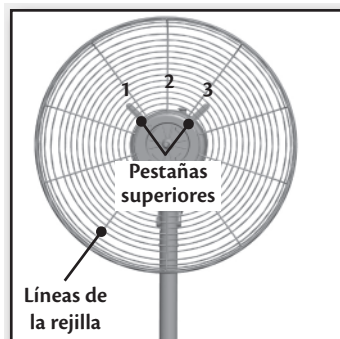
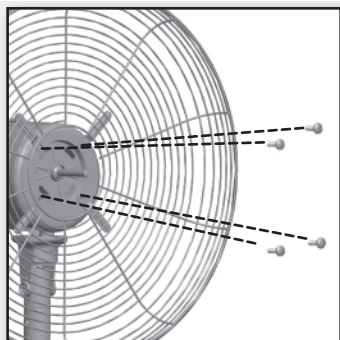

Figura 10
Figura 11
2. Asegúrese de que la parrilla está posicionada de modo que las tres líneas de la parrilla estén completamente entre las pestañas superiores, Figura 10. Luego coloque la rejilla posterior contra el alojamiento del motor, y alinee las 4 pestañas en la parte posterior de la rejilla con los 4 agujeros para tornillos de la parte frontal del motor. Figura 11.